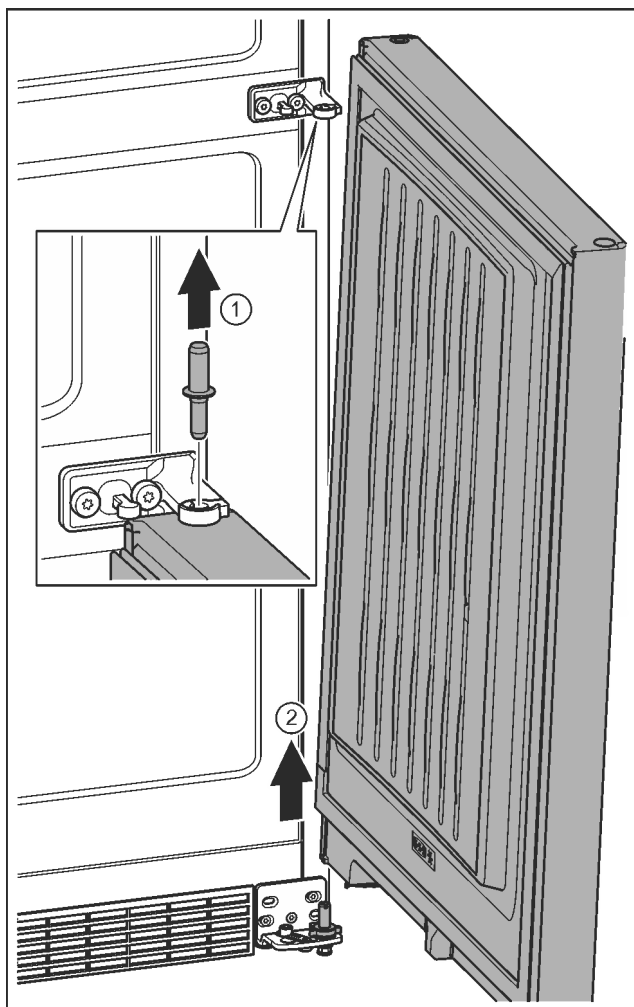

Fig. 11
- ▶ Bouten vanaf de bovenkant eruit trekken. Fig. 11 (1)
- ▶ Deur naar buiten draaien, naar boven trekken en aan de zijkant stellen. Fig. 11 (2)